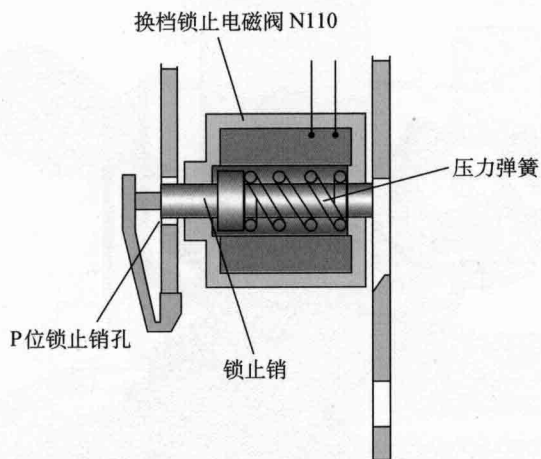

图2-4 P位锁止
① 变速杆在P位锁止: 当变速杆在P位时, 弹簧使锁止销插入P位锁止销孔, 这可以防止变速杆意外换档, 如图2-4所示。